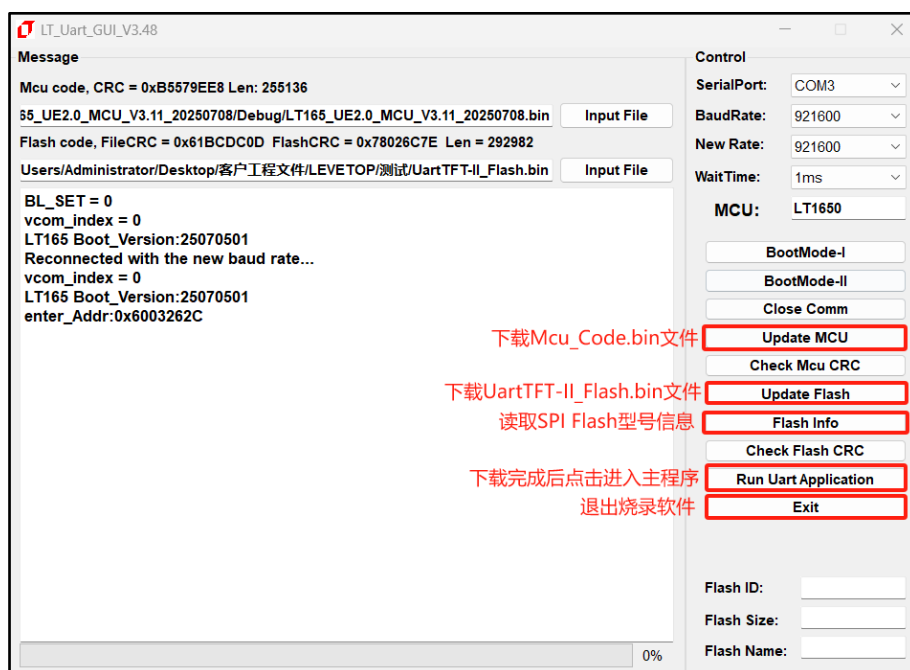
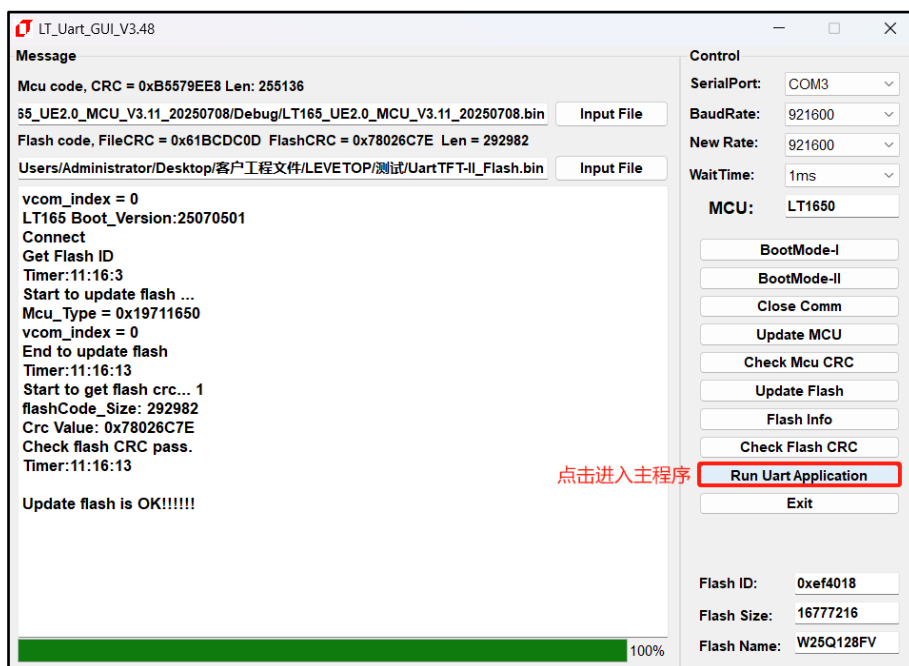

图 3-4：串口升级软件界面说明
图 3-5：点击进入主程序
3、打开 LT_Uart_GUI_Vxxx 软件后，检查 COM 口和 BaudRate 是否对应，点击 Open Comm。然后选择对应的端口，点击 Input File 添加需要烧录的 MCU_Code.bin 和 UartTFT_Flash.bin 工程文件，需确保 BaudRate 为 115200，再点击 Open Comm 打开端口连接。BaudRate 若不是 115200 则无法连接，建立连接后软件自动将下载速度调整至 921600。然后点击软件右侧 Update MCU 或者 Update Flash 进行更新，如图 3-4 所示。更新完成后，如图 3-5 所示，最后点击 Run Uart Application 可跳转到主程序。